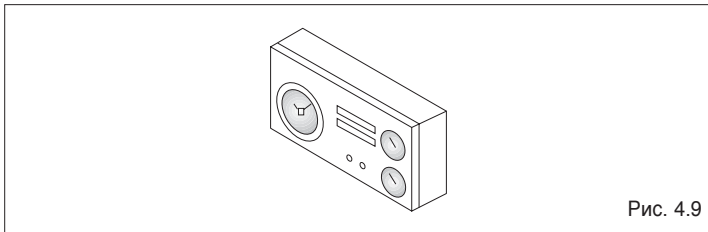

Рис. 4.9
- при размыкании и последующем замыкании регулятора комнатной температуры (Рис. 4.9);